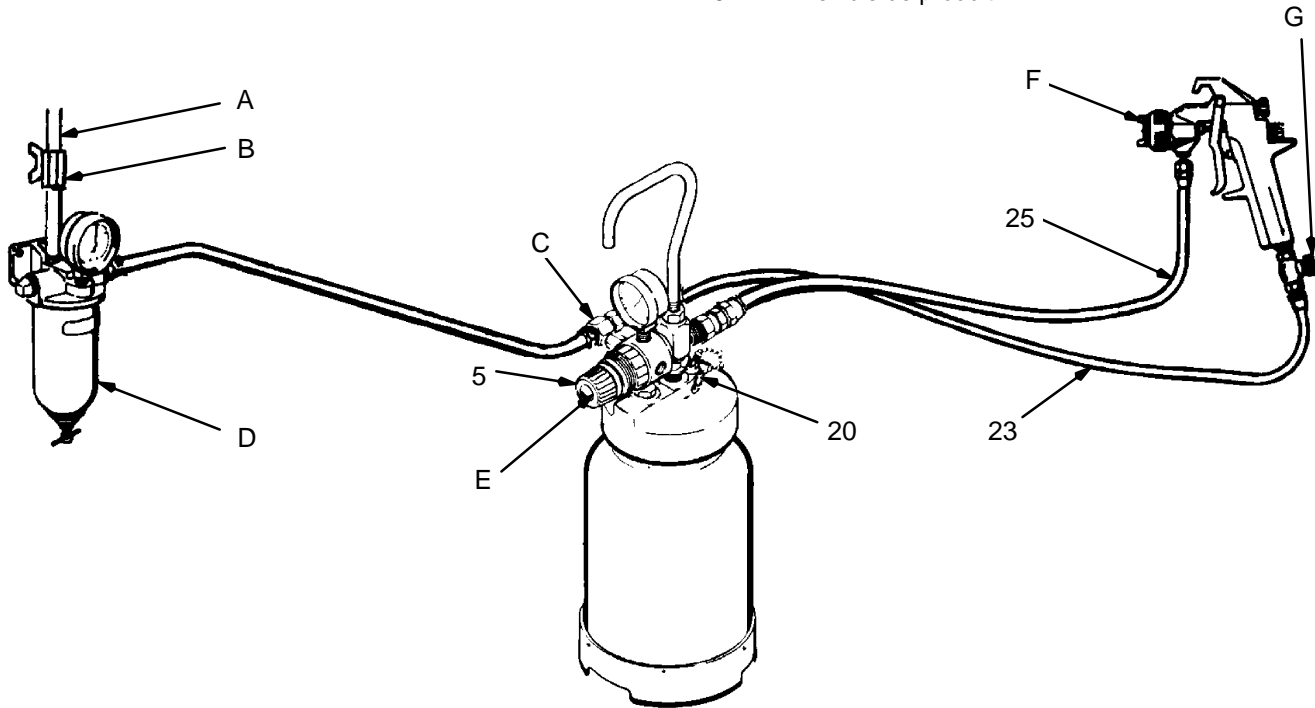

Fig. 1
Brancher les flexibles d'air (23) et de produit (25) comme le montre la Figure 1. L'équipement auxiliaire recommandé figurant sur ce schéma est décrit dans la partie ACCES-